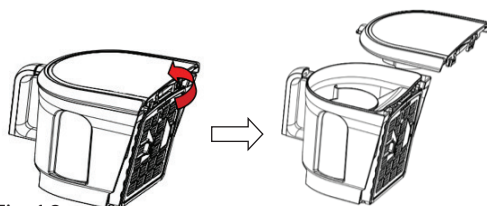

Fig.10
3. Tenere il serbatoio della polvere sopra un bidone per la spazzatura, quindi premere il pulsante di rilascio fisso di color nero riportante i due simboli laterali "PULL" nella sua parte alta e verso l'interno. per aprire il coperchio superiore del contenitore raccogli-polvere svuotandone il contenuto. (Fig.10)